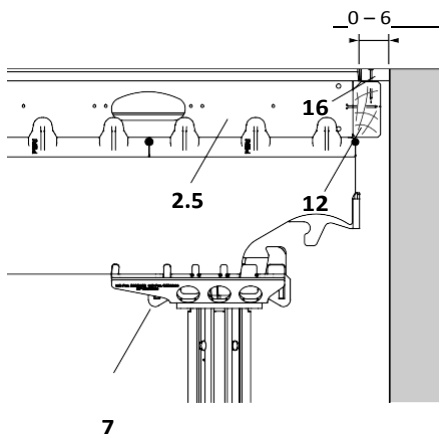

Fig. A5.22
1. Поставете комб. глава SCK (7) или опорната SSK (6) във вдадена позиция под надлъжния трегер SLT (2.5).
2. Заковете гредата SPH (12) или друга от max. 6 cm на панела.
3. Монтирайте шперплат (16) и подсигурете с пирони. (Fig. A5.22 + A5.23)